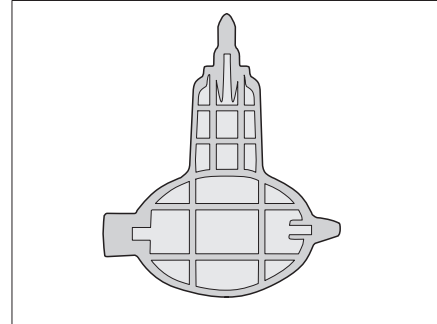

Bild 347 Schlüssel für Siphon (nur Alpa)
- ▷ Dem Modell Alfa liegt ein Schlüssel (Bild 347) zum Lösen des Siphons bei.